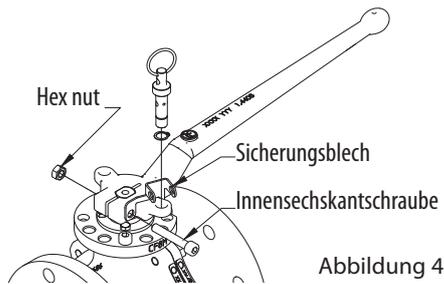

Abbildung 4
4. Die Innensechskantschraube durch das Loch des Sicherungsblechs und den Handhebel einsetzen und Sechskantmutter festziehen, bis sie eng anliegt. Den Handhebel an den Abflachungen der Schaltwelle festklemmen (Abbildung 4).
5. Den Sicherungstift durch die dafür vorgesehene Öffnung am Hebel einsetzen (Abbildung 4 und 5).